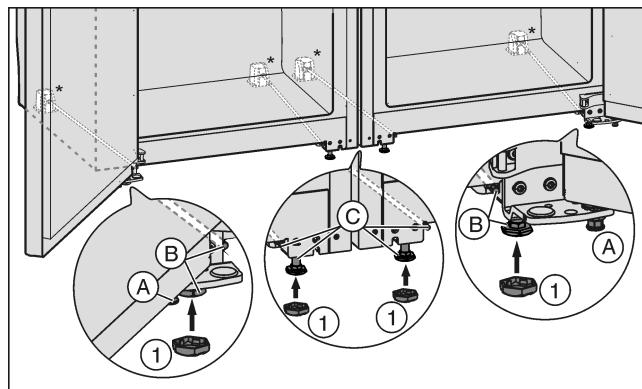

Fig. 22
- S'il y a lieu, visser complètement les pieds de réglage Fig. 22 (A) devant aux deux appareils, de sorte qu'il n'y a pas de contact avec le sol.
- Placer les caches Fig. 22 (1) sur les quatre pieds de réglage avants.
- ▶ Visser les pieds de réglage du milieu Fig. 22 (C) de sorte qu'il n'y ait aucun contact avec le sol.
- ▶ Aligner la combinaison au moyen des pieds de réglage extérieurs Fig. 22 (B).
- ▶ Abaisser de nouveau les pieds de réglage du milieu Fig. 22 (C) jusqu'à ce qu'elles touchent le sol.
- ▶ Ensuite, étançonner la porte : Abaisser les pieds de réglage Fig. 22 (A) au support d'appui jusqu'à ce qu'ils soient en contact avec le sol; ensuite les tourner de 90°.